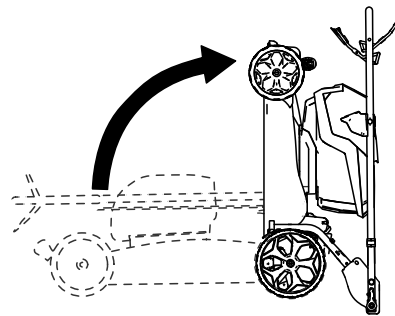

Figura 20
5. Piegate la stegola in avanti, in posizione completamente in avanti come illustrato nella Figura 20.
6. Sollevate la parte frontale della macchina utilizzando la stegola e spostatela in uno spazio per il rimessaggio (Figura 20).